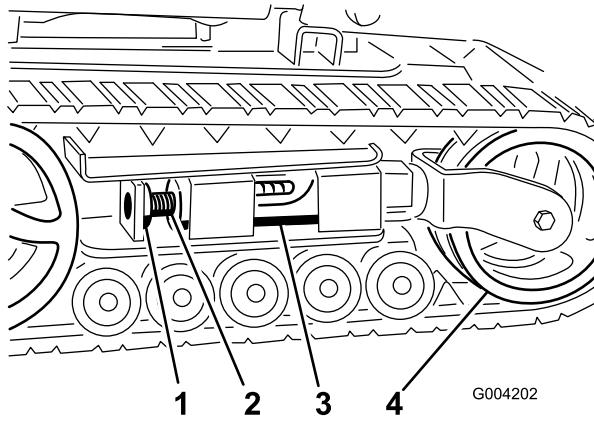
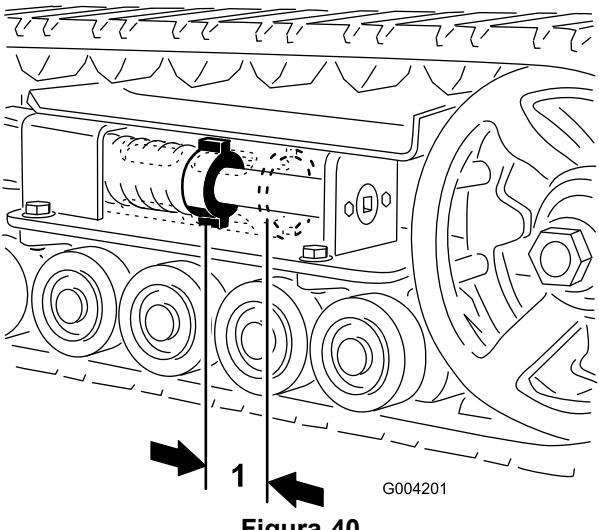
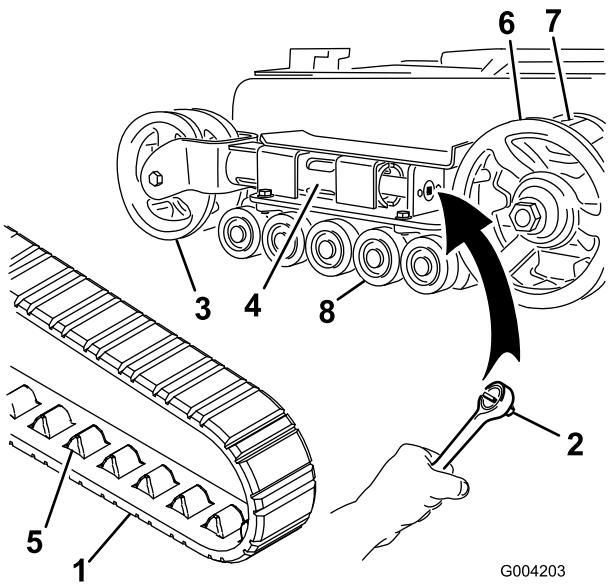
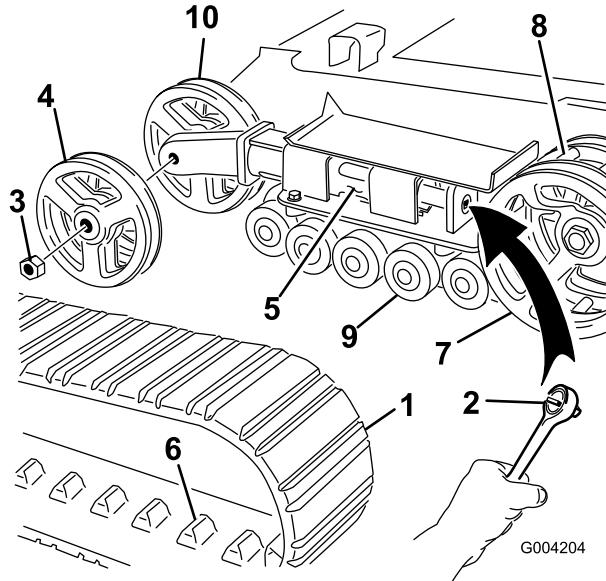

Figura 41
Figura 40
Figura 42
Figura 43
4. Utilizzando una chiave a tubo da 1/2 pollice (13 mm) (Figura 42), girare la vite di tensione in senso antiorario fino a portare la distanza tra il dado di tensionamento e la parte posteriore del tubo di tensionamento (Figura 40) a 7 cm.
5. Allineare l'intaglio più vicino della vite di tensione al foro del bullone di bloccaggio e fissare la vite con il bullone di bloccaggio e il dado (Figura 41).
Deve esserci uno spazio di 7 cm tra il dado di tensionamento e la parte posteriore del tubo di tensionamento (Figura 40). In caso contrario, regolare la tensione dei cingoli eseguendo la procedura di seguito riportata:
3. Togliere il bullone di bloccaggio e il dado (Figura 41).
4. Utilizzando una chiave a tubo da 1/2 pollice (13 mm), scaricare la tensione girando la vite di tensione in senso orario (Figura 41 e Figura 42).
5. Spingere la ruota di tensione verso il retro dell'unità in modo da spostare il tubo di tensione contro il telaio (Figura 42). (se non riesce a toccare il telaio, continuare a girare la vite di tensione fino ad ottenere il contatto).
7. Dopo avere liberato il cingolo dalla ruota di tensione, toglierlo dalla ruota conduttrice e dalle ruote non motrici (Figura 42).
8. Avvolgete il nuovo cingolo iniziando dalla ruota conduttrice e controllando che i denti del cingolo si alloggino tra i distanziali della ruota stessa (Figura 42).
9. Spingere il cingolo sotto e tra le ruote non motrici (Figura 42).
11. Girare la vite di tensione in senso antiorario fino a portare la distanza tra il dado di tensione e la parte posteriore del tubo di tensione (Figura 40) a 7 cm.
4. Utilizzando una chiave a tubo da 1/2 pollice (13 mm), scaricare la tensione girando la vite di tensione in senso orario (Figura 41 e Figura 43).
5. Spingere la ruota di tensione verso il retro dell'unità in modo da spostare il tubo di tensione contro il telaio (Figura 43). (se non riesce a toccare il telaio, continuare a girare la vite di tensione fino ad ottenere il contatto).
6. Togliere il dado di fissaggio della ruota di tensione esterna e rimuovere la ruota (Figura 43).
7. Togliere il cingolo (Figura 43).
8. Togliere il dado di fissaggio della ruota di tensione interna e rimuovere la ruota (Figura 43).
12. Montare la ruota di tensione interna e fissarla con il dado tolto in precedenza (Figura 43).
14. Montare il nuovo cingolo, accertandosi che gli attacchi del cingolo si inseriscano tra i denti al centro della ruota conduttrice (Figura 43).
15. Montare la ruota di tensione esterna e fissarla con il dado tolto in precedenza (Figura 43).
17. Girare la vite di tensione in senso antiorario fino a portare la distanza tra il dado di tensione e la parte posteriore del tubo di tensione (Figura 40) a 7 cm.